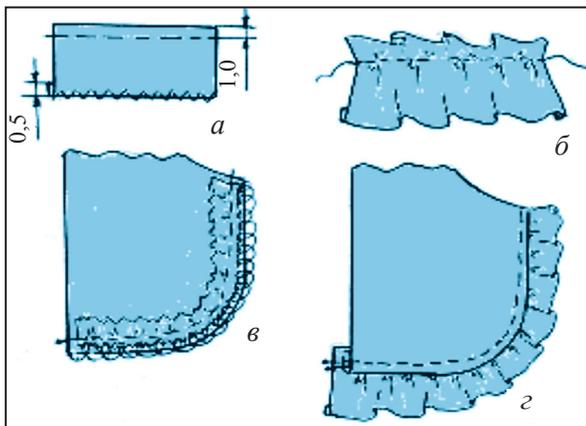
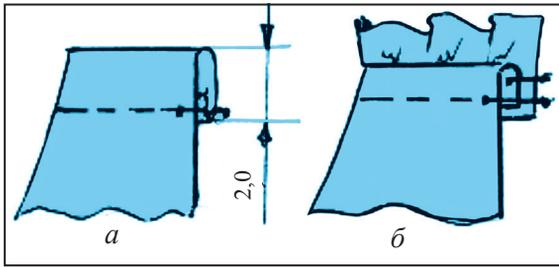

Рис.45. Обработка нижней части фартука.
Рис.46. Обработка грудной части фартука.
2. Если деталь-украшение состоит из складок, то одна его сторона обрабатывается обметочным швом на машинке (рис.45, а).
швейной машинке выполняют строчку с длиной стежка 4 мм на расстоянии 1 см от среза (рис.45, а). Деталь по длине стягивают до уравнивания ее с длиной нижней части фартука и собирают в складки (рис.45, б).
5. В промежутке 0,1 см от шва сметывания на машинке прострачивают стачной шов, затем удаляют сметочные нитки и обметывают припуски на швы (рис.45, в).
6. Складки выворачивают на лицевую сторону, выпрямляют и прошивают машинным швом (рис.45, г). Все швы обрабатывают влажно-тепловым способом.
4. Если деталь-украшение состоит из складок, то одна его сторона отделяется обметочным швом (рис.45, *а*).
5. На второй стороне детали-украшения в 4 мм величины строчки проводится машинный шов (рис.45, *б*), и эту деталь-украшение стягивают до уравнивания с длиной нагрудника фартука и собирают в складку (рис.46, *б*).
1. Закругленную часть кармана обрабатывают, как нижнюю часть фартука (рис.45).